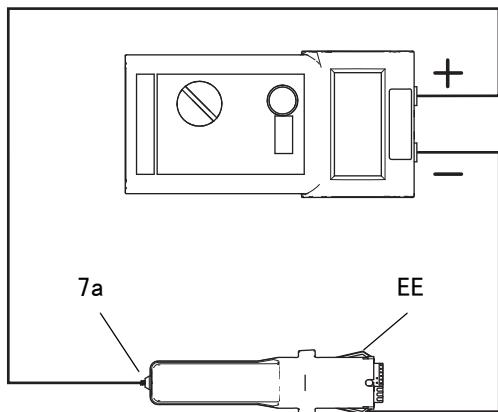

图 22. 测试供电电源的电阻
1. 卸下供电电源 (7)，见第 47 页。
2. 卸下供电电源的涡轮交流发电机 (8)，见第 48 页。
3. 测量从供电电源的接地片 (EE) 到弹簧 (7a) 的电阻。参见图 22。